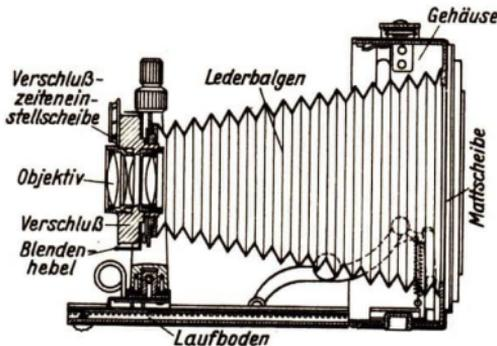
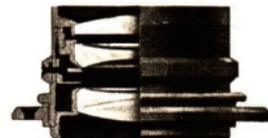

Abb. 190
Abb. 191
1. Die **Mattscheibenkamera**. Beschreibe die Kamera nach Abb. 190! Der wertvollste Teil der Kamera ist die Linse, das *Objektiv*1) genannt. Ein gutes Objektiv besteht nicht, wie wir bisher angenommen haben, aus *einer* Linse, sondern es ist aus mehreren zusammengesetzt (Abb. 191). Durch ein solches Linsensystem erreicht man eine größere Helligkeit und eine bessere Zeichnung des Bildes. Gewissenhaft werden die Glassorten auf ihre optischen Eigenschaften geprüft; mit großer Sorgfalt werden die Schiffe ausgeführt, die Linsen verkittet und in die Fassungen eingesetzt.